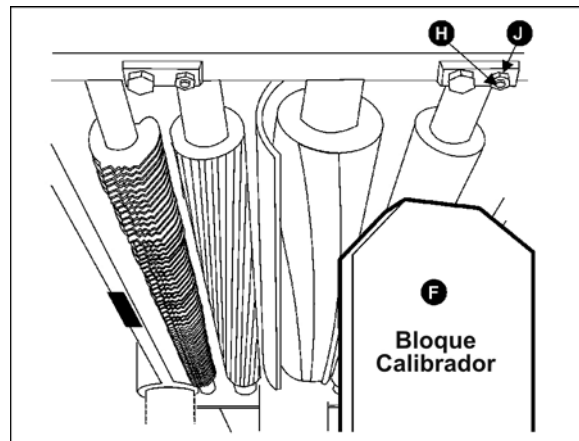

Figura 27
5. Retire el calibrador de láminas y mueva el bloque de salida (F, Figura 27) bajo un extremo del rodillo de salida. La parte inferior del rodillo debería tocar la parte superior del bloque calibrador. Si es necesario un ajuste al rodillo de salida, afloje la tuerca de bloqueo (J, Figura 27) y gire el tornillo (H, Figura 27) hasta que el rodillo de salida toque el bloque calibrador. Luego ajuste la tuerca de bloqueo (J, Figura 27).